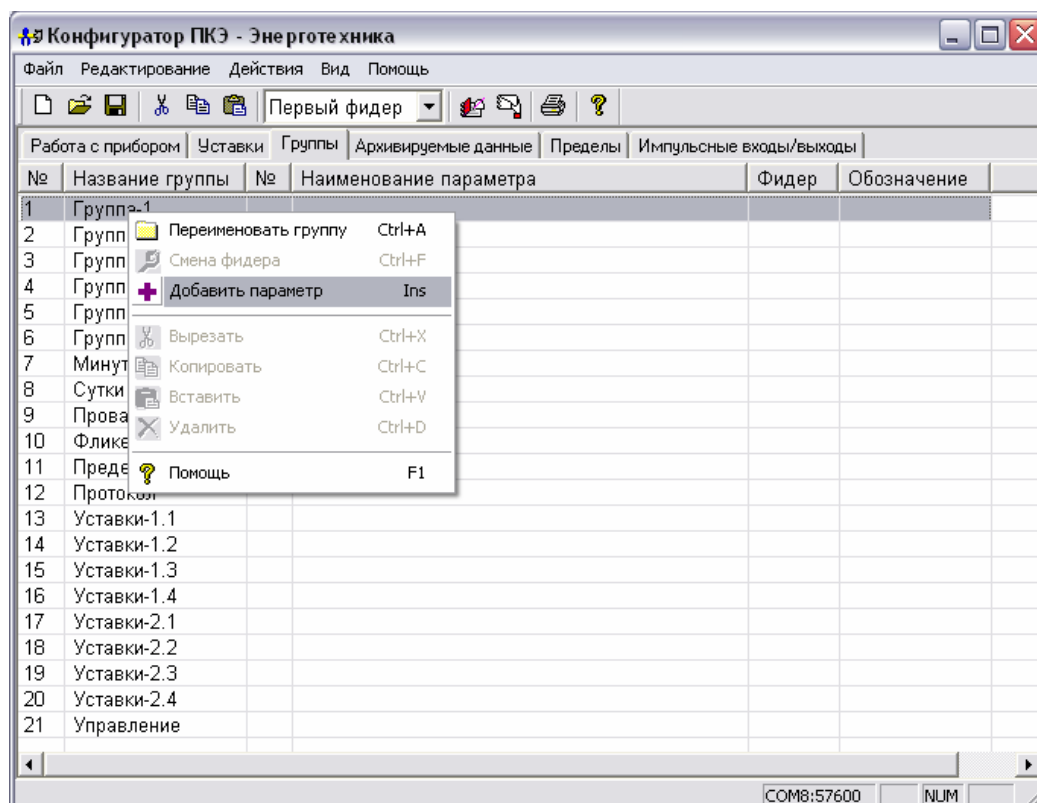

рисунок 45
- в контекстном меню (рисунок 45) выбрать пункт “Переименовать группу”;